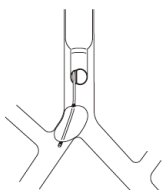

Fig.8
- 1) e 2) O acima mencionado pode ser atribuído ao fato de que o cuff bloqueador tenha sido deslocado para o lúmen da traqueia (herniação), estreitando-o (Fig. 8).
- Se ocorrer a herniação descrita na Fig. 8, a hipoxemia pode ser remediada pela simples desinsuflação do cuff.